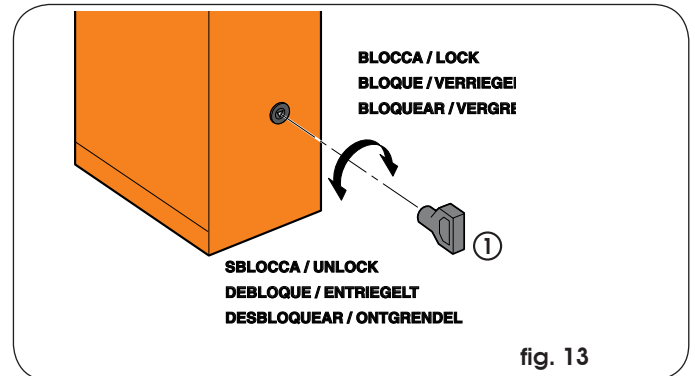

fig. 13
- Inserte la llave triangular estándar (fig.13) en la cerradura y gírela una vuelta en **sentido antihorario**.